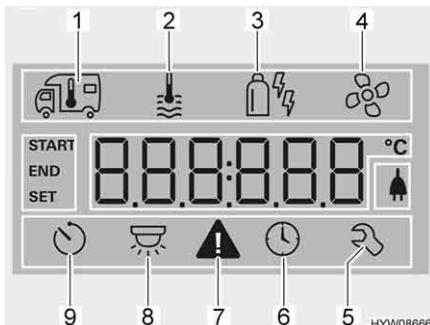

Fig. 77 Display (centralina di controllo)
- Ruotare la manopola/il pulsante (Fig. 76,6), finché il simbolo del menu del riscaldamento (Fig. 77,1) lampeggiava.
- Ruotare la manopola/il pulsante (Fig. 76,6), finché il simbolo del menu relativo all'acqua calda (Fig. 77,2) lampeggiava.
- Ruotare la manopola/il pulsante (Fig. 76,6), finché il simbolo del menu relativo alla modalità di funzionamento (Fig. 77,3) lampeggia.
- Ruotare la manopola/il pulsante (Fig. 76,6), finché il simbolo del menu delle ventole (Fig. 77,4) lampeggia.
- Ruotare la manopola/il pulsante (Fig. 76,6), finché il simbolo del menu del timer (Fig. 77,9) lampeggia.
- Premere la manopola/il pulsante. Il timer è attivato. Il simbolo del timer (Fig. 77,9) lampeggia quando il timer è programmato e attivo.
In caso di avviso, il relativo simbolo lampeggia (Fig. 77,7). Il riscaldamento rimane in funzione. Se si tratta solo di un guasto temporaneo, il simbolo di avvertimento si spegne autonomamente.